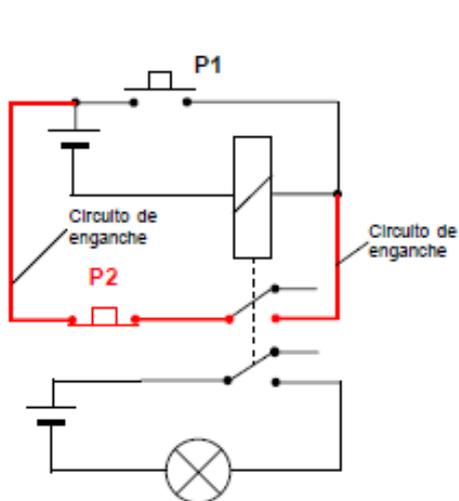
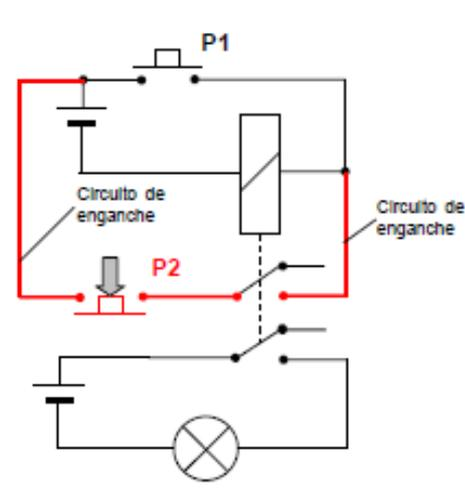

Fig. 11
Fig. 14
*El circuito de enganche consiste en establecer un **camino alternativo** para que le siga llegando corriente a la bobina cuando dejemos de accionar el **pulsador** (Fig. 11). Para ello, necesitamos que el relé tenga, al menos, un polo más de los que necesitamos para controlar el dispositivo que sea (motor, bombilla, etc), ya que es a través de uno de los polos del relé como la bobina seguirá recibiendo corriente cuando dejemos de accionar el pulsador.*
Para comprender mejor en qué consiste el circuito de enganche, supongamos que queremos controlar el encendido de una **bombilla** mediante un relé de dos polos y cuatro contactos (Fig. 11). Utilizaremos una pila para suministrar corriente a la bobina y
Cuando queramos **apagar la bombilla** (Fig. 14) tendremos que accionar **un instante** el **pulsador P2**, con objeto de abrir el circuito de enganche y, por tanto, cortar la corriente de la bobina. De esta forma, una vez soltado el pulsador P2 nos encontraremos de nuevo en la situación representada en la Fig. 11.